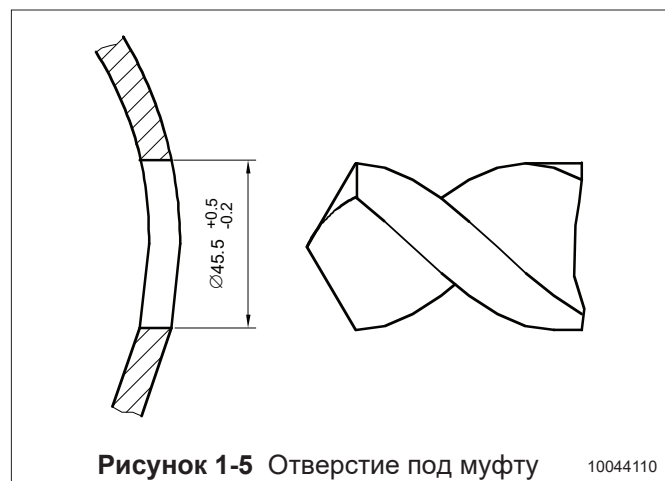

Рисунок 1-5 Отверстие под муфту
- Сделайте отверстие $\varnothing 45.5$ мм (+0.5/-0.2 мм) в стенке резервуара или в трубе, как показано на рис. 1-5.